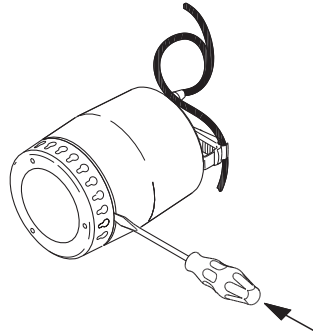

Fig. 11 Démontage de la crépine d'aspiration
3. Démontez avec précaution la crépine d'aspiration en insérant un tournevis entre la chemise de pompe et la crépine. Utiliser le tournevis pour séparer le corps extérieur et la crépine. Répéter l'opération en se plaçant à un autre endroit de la pompe jusqu'à ce que la crépine soit libre et puisse être retirée. Voir fig. 11.